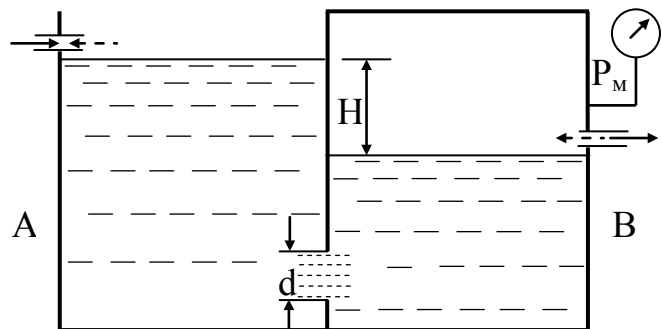

Рисунок 11.4
11.2.5 В двох посудинах А і В знаходиться вода з температурою t (рис. 11.4). Визначити в якому напрямку буде рухатись вода між посудинами та у якій кількості, якщо манометр в посудині В має показання P_m , а різниця рівнів між посудинами $H = \text{const}$. Посудини мають ста-